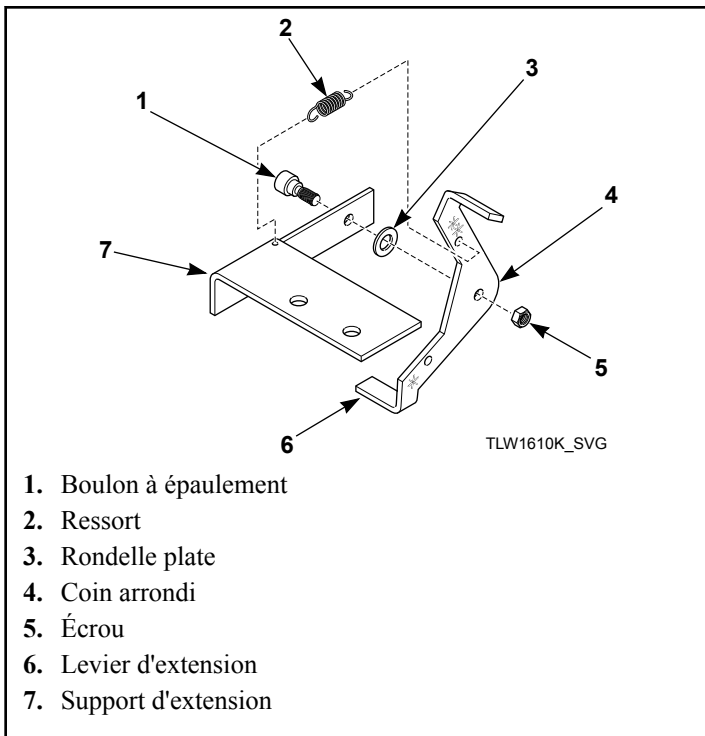

Figure 29
3. Fixer le levier d'extension à l'équerre d'extension à l'aide du boulon à épaulement, de la rondelle plate et de l'écrou, en plaçant le coin arrondi du levier à l'opposé de l'équerre. Se reporter à *Figure 29*.
4. Fixer le ressort à l'équerre d'extension en orientant le crochet vers le bas. Fixer l'autre extrémité du ressort au levier d'extension en orientant le crochet vers la gauche lorsqu'on fait face à l'appareil. Se reporter à *Figure 29*.